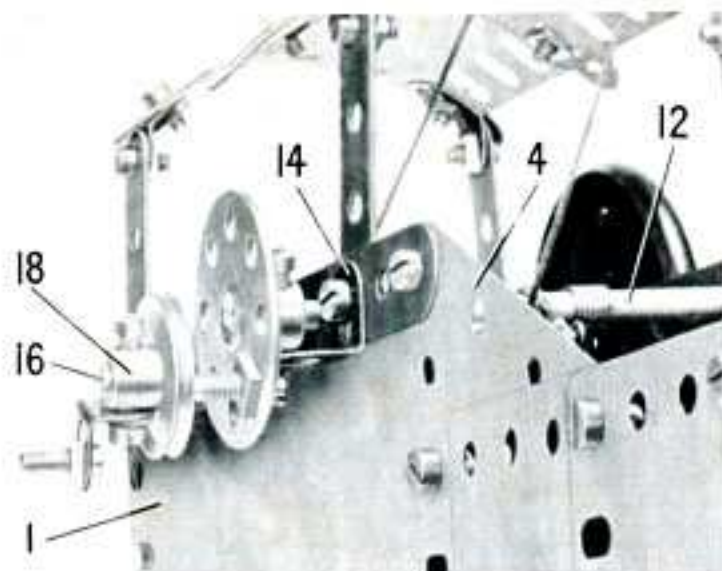

Fig. 4.19a
La corde de levage est attachée sur une tringle (16), passe autour de la tringle (13) et d'une tringle de 25 mm. (17) et elle porte un petit crochet lesté. On peut commander la tringle (16) grâce à une équerre fixée sur une poulie de 25 mm. (16) (fig. 4.19a). Deux rondelles métalliques sont glissées sur le corps d'un boulon qui passe ensuite dans l'équerre, et est bloqué dans le moyeu de la poulie. Un boulon de 9,5 mm. est tenu par un écrou sur l'équerre.